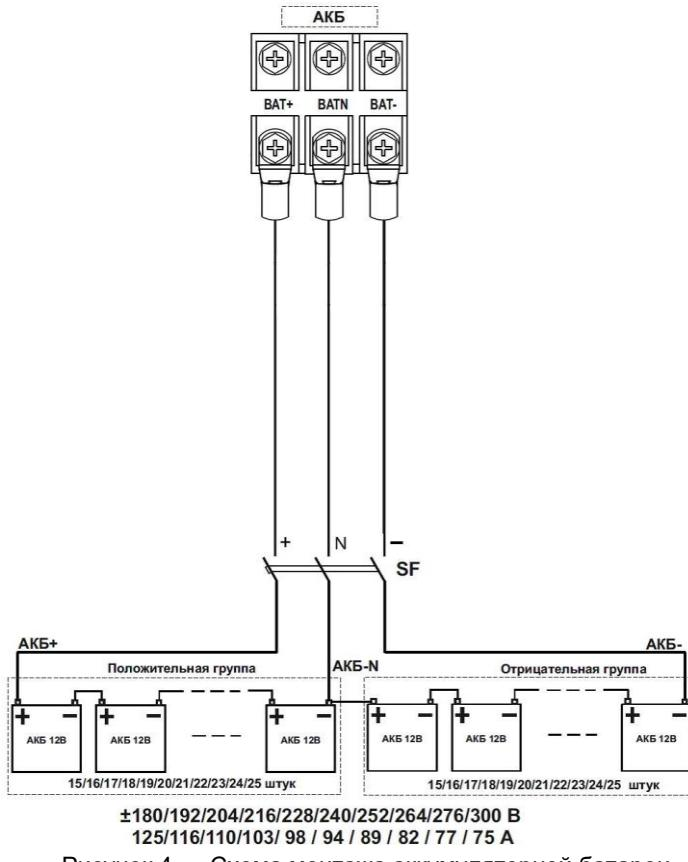

Рисунок 4 — Схема монтажа аккумуляторной батареи.
- Включите защитный автоматический выключатель АКБ (SF) или выключатель группы предохранителей (при их использовании), см рисунок 4.
Между АКБ и изделием должен быть подключен автоматический выключатель постоянного тока (SF, на номинальный ток 250А – SKAT-UPS 80-3/3-ON или 315 А - SKAT-UPS 100-3/3-ON, см. рисунок 4).
Между АКБ и изделием должен быть подключен DC — совместимый термомагнитный трехполюсный защитный автоматический выключатель SF, (или другое устройство защиты, например, группа предохранителей с трехполюсным выключателем), расположенный как можно ближе к АКБ, см. рисунок 4.
- номинальное напряжение выключателя должно быть не менее рабочего напряжения положительной/отрицательной группы АКБ (см. рисунок 4);
Затем выполнить, с соблюдением полярности, последовательное соединение аккумуляторных батарей 12В, в соответствии с двуполярной схемой (см. рисунок 4) при помощи перемычек АКБ (**перемычки АКБ в комплект поставки НЕ входят**).
- подключение кабелей к клеммному блоку выполняйте в соответствии со схемами (см. рисунок 4, 5, 6) и маркировкой, нанесенной на клеммном блоке изделия;
- подключите провода заземления кабелей подключения питающей сети и нагрузки к соответствующим клеммам заземления изделия (см. Рисунок 4);
- подключение кабелей к клеммному блоку выполняйте в соответствии со схемой (см. рисунок 4) и маркировкой, нанесенной на клеммном блоке изделия;
- к клеммам заземления каждого изделия подключите провода заземления кабелей подключения питающей сети и нагрузки (см. рисунок 4);